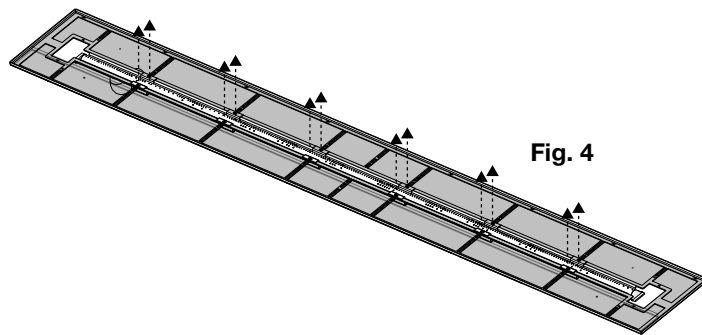

Fig. 4
- ☐ 7. Retirez les vis fixant l'ancien brûleur tubulaire à l'assemblage du brûleur (le nombre de vis varies par appareil) (**Fig. 4**).